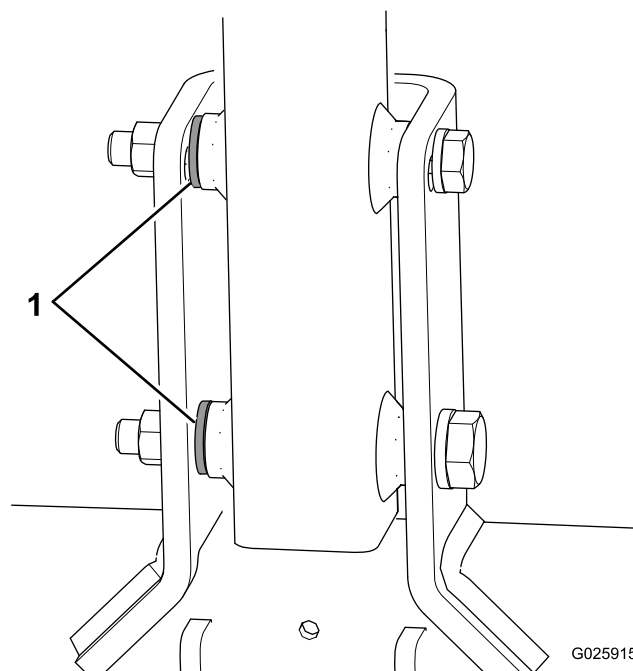

Bild 5
- Wenn bei Ihrer Maschine jede Schraube eine dritte Scheibe hat, verwenden Sie diese Scheiben als Distanzstücke zwischen der Anbauvorrichtung und der Innenseite der Schwenkhalterung der Anbauvorrichtung (Bild 5).